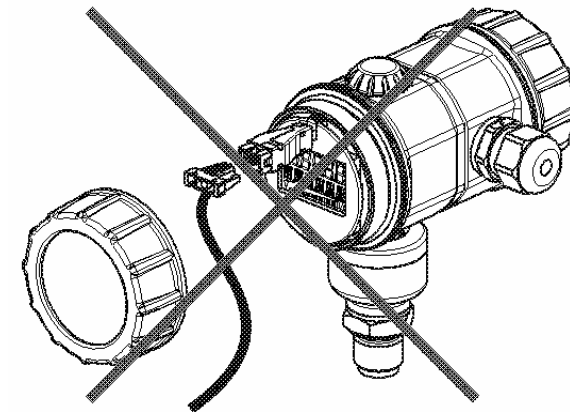

Рисунок 16 - Запрещенное подключение во взрывоопасных зонах по интерфейсу JUMO
13.7.1 Во взрывоопасных зонах разрешено использование только HART-модема и поворотной кнопки, интерфейс JUMO использовать запрещено, см. рисунок 16.